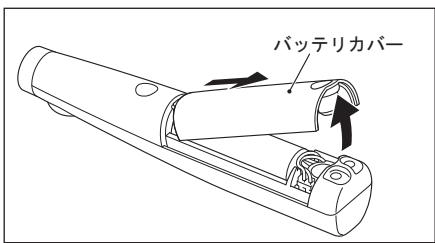

図 11
- 4) バッテリカバーのねじ側を持ち上げ取り外します。(図 11)